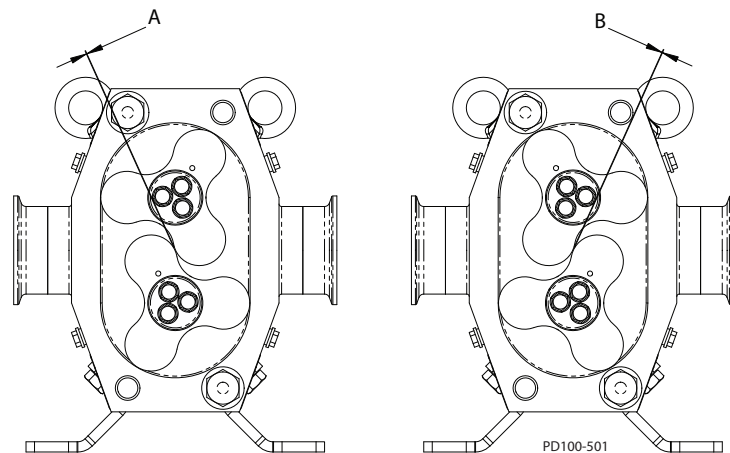

Figura 63 - Folga do Rotor
10. Verifique a folga rotor-para-rotor nas posições apresentadas em Figura 63.
11. As dimensões da distância entre "A" e "B" apresentadas na Figura 63 devem estar dentro dos intervalos especificados na Tabela 11 em todas as posições. Ajuste a posição da engrenagem no eixo da unidade con-forme necessário.